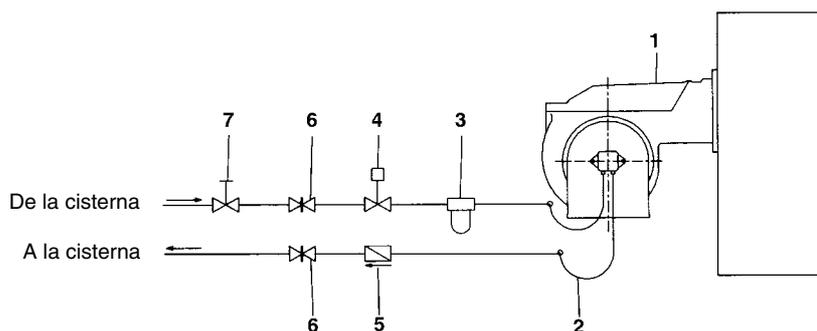

Fig. 6 - Sistema bitubo
**NOTA:** en las instalaciones por gravedad o de anillo, colocar un dispositivo de interceptación automática (véase n. 4 - Fig. 6)